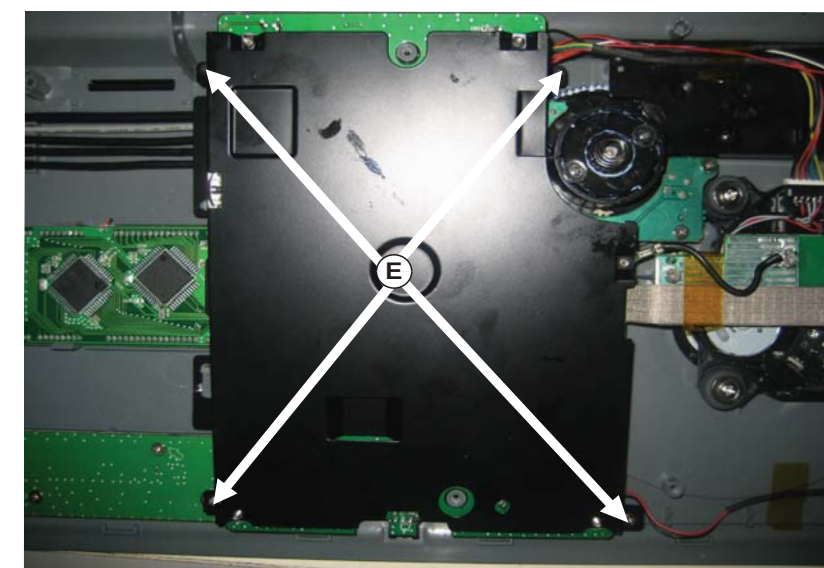

Figura 5
- 1) Solte os 4 parafusos "E" (S10 x 4) para liberar o Painei Principal como mostra a figura 5.